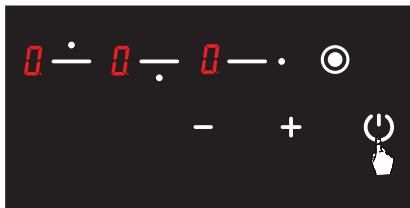

Рис. 5
1. Увімкніть плиту, натиснувши кнопку (Див. рис. 5).